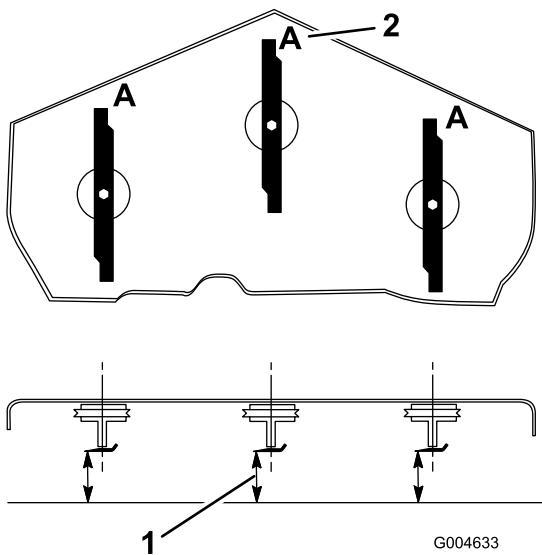

Рисунок 66
3. Поворачивайте ножи до тех пор, пока их концы не будут направлены вперед и назад (Рисунок 66). Измерьте расстояние от горизонтальной поверхности до режущей кромки ножей в положении A, (Рисунок 66). Запишите результат измерения.